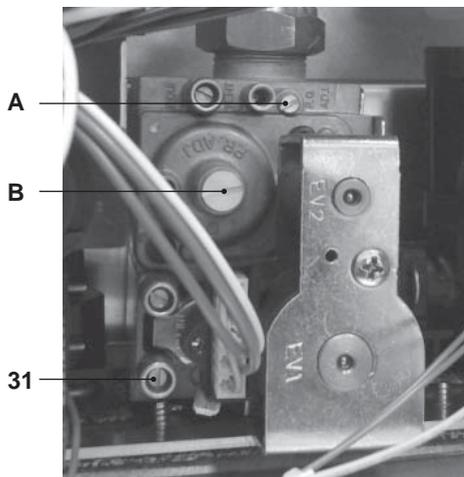

Figura 7.5
- A caldaia spenta (fuori servizio), controllare la pressione di alimentazione utilizzando la presa 31 in Figura 7.5 e confrontare il valore letto con quelli riportati nella tabella Pressioni di alimentazione gas nella sezione "Dati tecnici" pag. 27.
- Richiudere bene la presa di pressione 31 in Figura 7.5.
- Per tarare il CO_2 della caldaia (pressione del gas al bruciatore) svitare completamente il tappo in ottone di protezione Be agire sulla vite a brugola \varnothing 4 mm sottostante Figura 7.5, girando in senso orario il CO_2 aumenta.
- Se i due dati non coincidono agire sulla vite regolazione massimo RQ (Ain Figura 7.5) della valvola gas e tarare il CO_2 allo stesso valore riportato nella sezione "Dati tecnici" in tabella "Dati in sanitario" pag. 24 (modelli M160.1212 SV/..), pag. 27 (modelli M160.2525 SV/..) e pag. 30 (modelli M160.3030 SV/..). Girando in senso orario il CO_2 diminuisce.